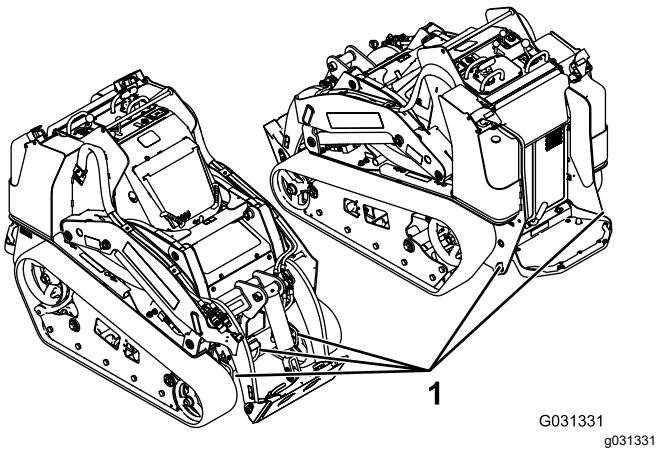

Figura 29
8. Utilizzate gli anelli di ancoraggio in metallo sulla macchina per fissare saldamente la macchina al rimorchio o all'autocarro con fascette, catene, cavi o funi (Figura 29). Fate riferimento ai regolamenti locali per i requisiti di ancoraggio.